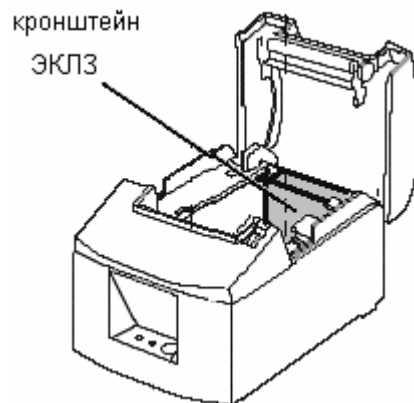

Рисунок 9.1 - Расположение ЭКЛЗ
9.1 ЭКЛЗ размещена в чековом отсеке под кронштейном (Рисунок 9.1).